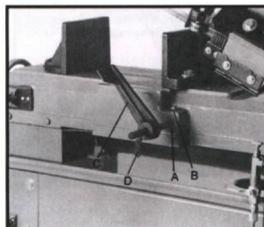

Fig. 1
4. Far scorrere la barra di arresto del materiale (A, Fig. 1) nella base e fissarla serrando bullone (B). Far scorrere il fermo del materiale (C) sulla barra e serrare il bullone (D).